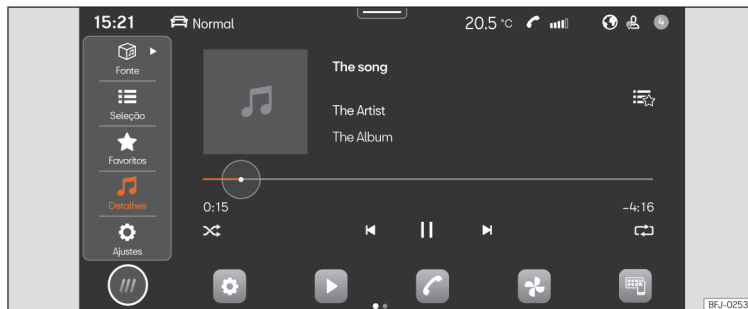

Fig. 133 Esquema: Vista Multimédia.
- Pressione **HOME** > ► >>> Fig. 133.